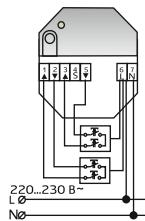

Рисунок 4 – Подключение двухклавишных выключателей
В режиме ГРУППОВЫЙ пульт осуществляет управление двумя группами исполнительных устройств. Управление осуществляется обычно двумяхлавищными выключателями (см. рисунок 4).
5.2.1. Подключить выключатель к контактам группы, код которой нужно запрограммировать (если нужно запрограммировать обе группы, то подключить 2 выключателя – см. рисунок 4);